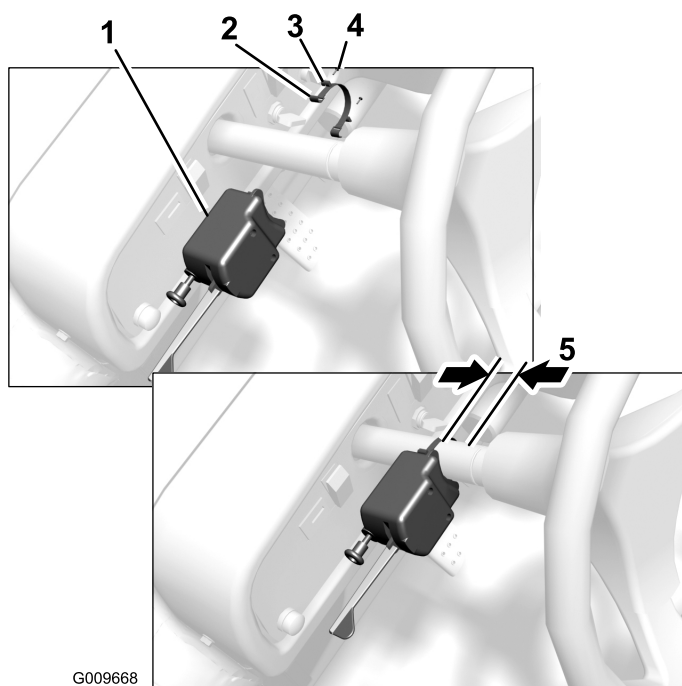

Figura 16
E. Sujete el controlador contra la columna de dirección de manera que la abrazadera quede a 6 mm aproximadamente de la gomaespuma de la columna de dirección (Figura 16). Doble la abrazadera alrededor de la columna. Introduzca el otro extremo de la abrazadera por el otro clip y doble la abrazadera a 25 mm del extremo. Enganche el clip por debajo del anclaje del controlador.